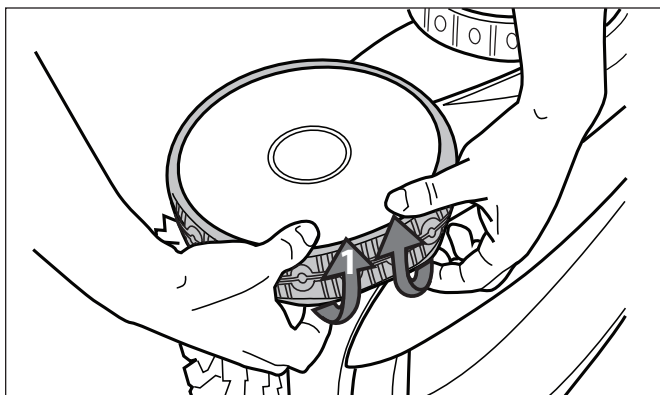

Figura 36. Jale el viejo neumático sobre la rueda
1. Tire de la parte interior del neumático viejo para quitar el borde del neumático de la rueda. Vea Figura 36.